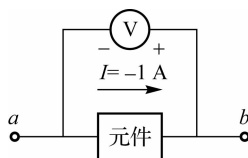

图 1-25 填空题(9)图
- (9)如图 1-25 所示的某段电路,测得电压为 2 V,若选择电流参考方向由 $a \rightarrow b$, $I = -1$ A,则 $U_{ab} =$ _____ V,该元件的作用是_____电能。